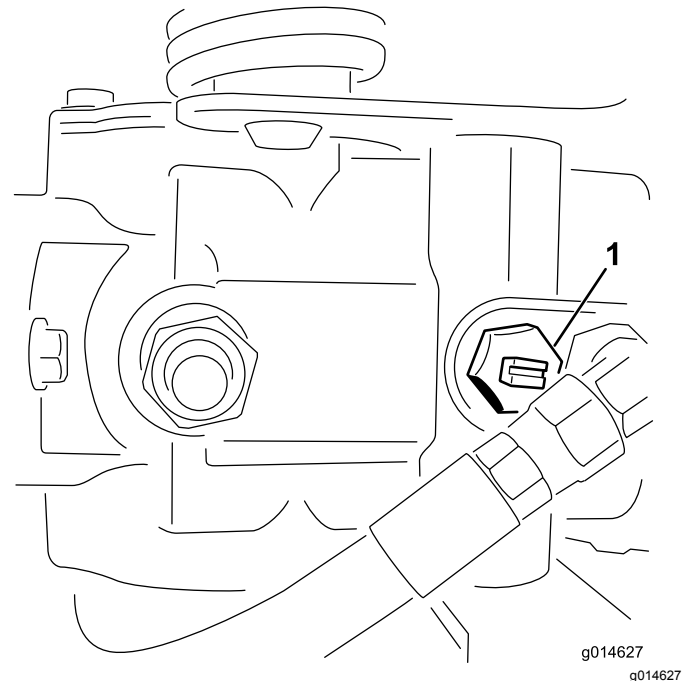

Figure 24
1. Localisez la vanne de dérivation sur la pompe et tournez-la jusqu'à ce que la fente soit verticale (Figure 24).
2. Avant de mettre le moteur en marche, fermez la vanne de dérivation (fente horizontale) (Figure 24).